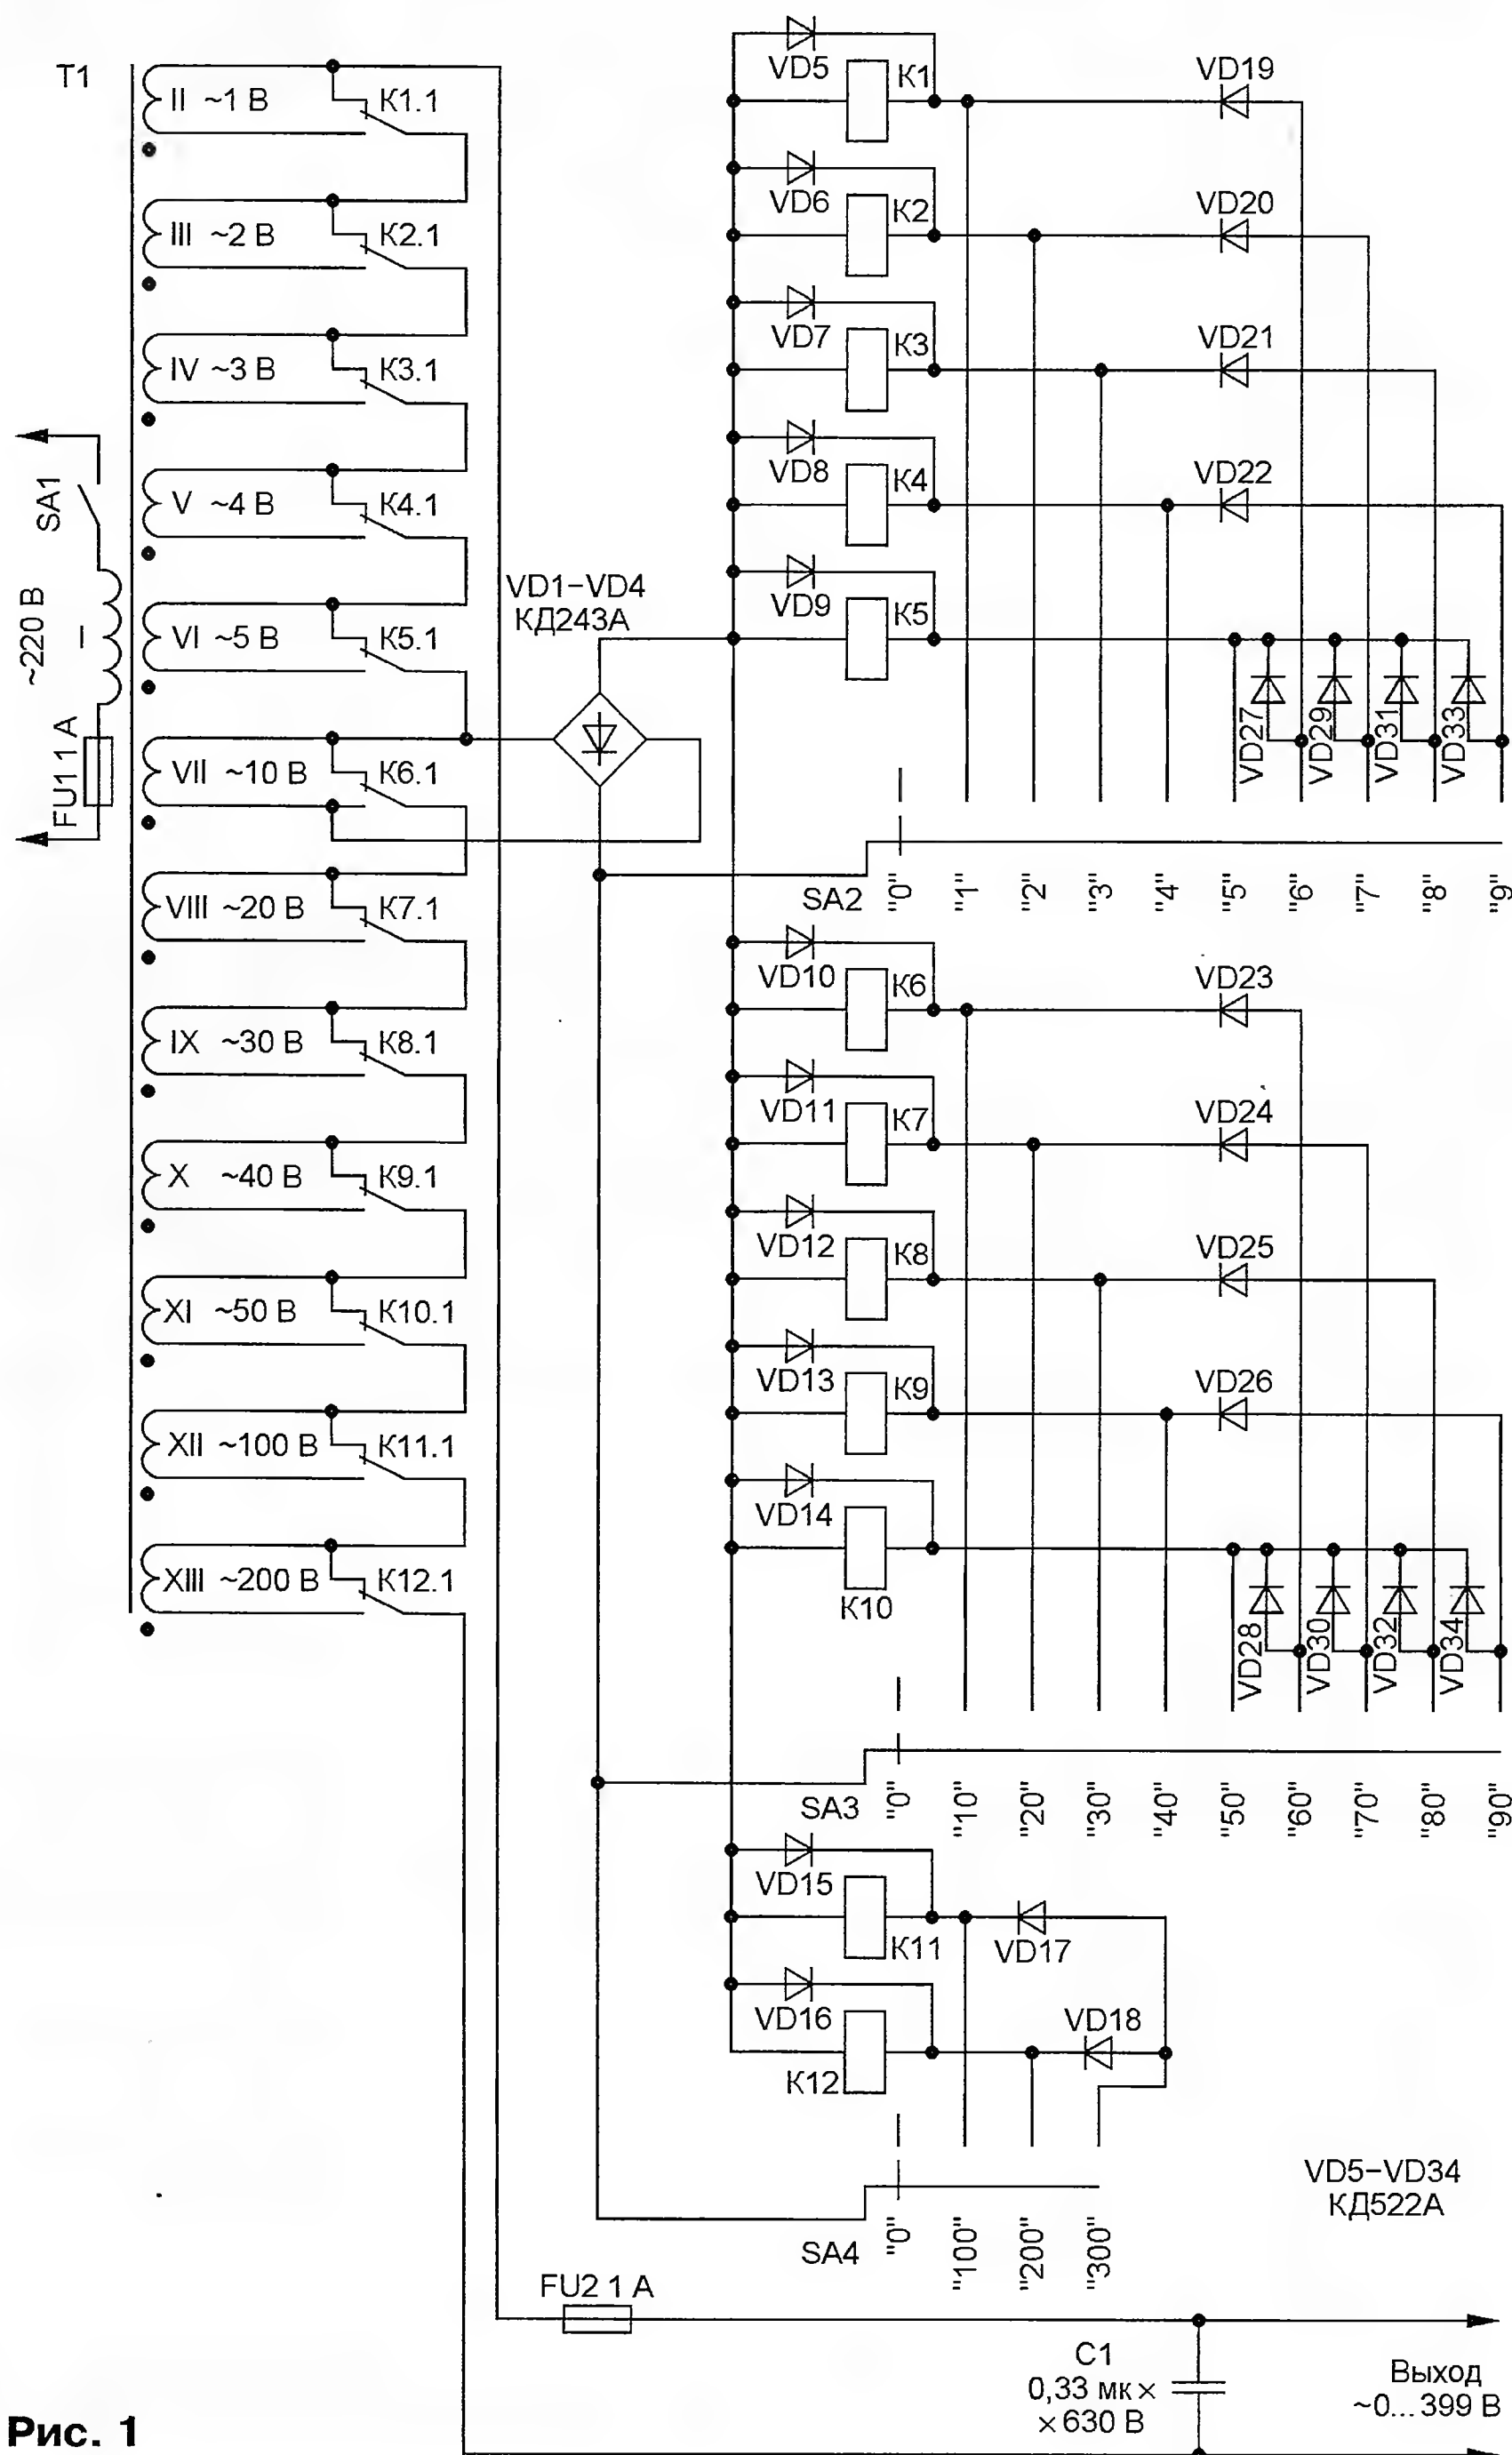

Рис. 1
Схема предлагаемого устройства показана на рис. 1. Основа его — сетевой трансформатор Т1 с одной первичной (I) и двенадцатью вторичными обмотками (II—XIII). Каждая вторичная